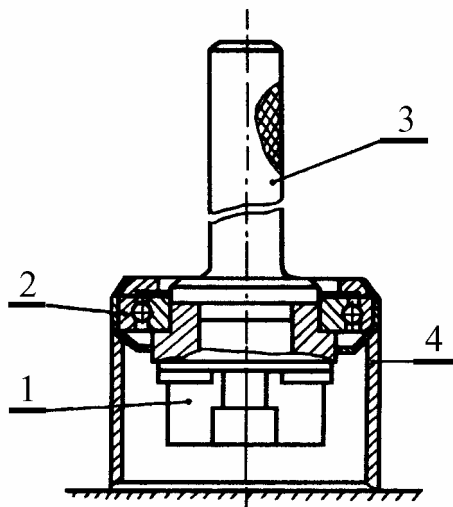

Рис.5. Выпрессовка подшипника выключения сцепления:
- установить муфту 1, рис.5, с подшипником 2 на втулку 4 приспособления и используя оправку 3 выпрессовать подшипник (молоток, приспособление 67.7853-9529).